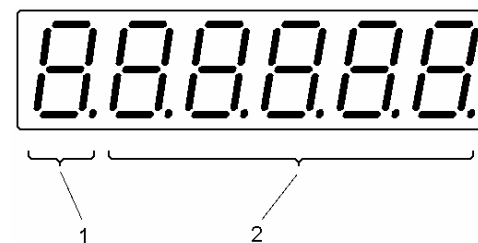
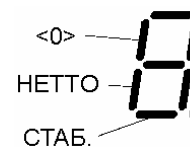

Рис. 4. Внешний вид дисплея
Рис. 5. Значение отдельных сегментов функционального разряда (см. рис.4, поз.1)
1.3.5 Дисплей расположен на пульте и предназначен для отображения результата измерения массы, индикации режима работы, выборки массы тары, установки нуля и т.д. Внешний вид дисплея показан на рис. 4. Дисплей имеет цифровой индикатор. Младшие 5 разрядов цифрового индикатора (поз. 2 рис. 4) используются для отображения массы, а старший 6-й разряд (поз. 1 рис. 4), функциональный, предназначен для индикации установки нуля, выборки массы тары и стабильности веса (рис. 5).
Включится индикатор выборки массы тары (поз. «НЕТТО», рис.5). На дисплее будет индцироваться нулевое значение в разрядах массы. Груз вместе с тарой взвешивать любым допустимым образом. При этом на индикаторе будет масса нетто. Если необходимо изменить массу тары, проделать операции с (а) по (с). Для выхода из режима выборки массы тары, необходимо убрать груз и тару с грузоприемной платформы и нажать кнопку **T**, при этом индикатор выборки массы тары выключится.
Включить весы. На дисплее должно быть сообщение: «L 0.00», где символ «L» в функциональном разряде дисплея показан условно. Убедиться в отсутствии груза на грузоприемной платформе и в том, что включен индикатор нуля «<0>» и стабильности веса «СТАБ.» (рис. 5), затем плавно опустить груз на грузоприемную платформу весов. Дождаться включения индикатора стабильности веса, после этого считать показания массы взвешиваемого груза. Если необходимо взвешивать различные грузы с одинаковой по массе тарой, можно воспользоваться функцией «Выборка массы тары» (см. п. 2.4.6).